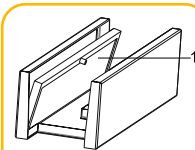

Rys. 10
2. Wyciągnij do góry główny pojemnik na odpady. (Rys. 10/1), aby dostać się do głównej komory